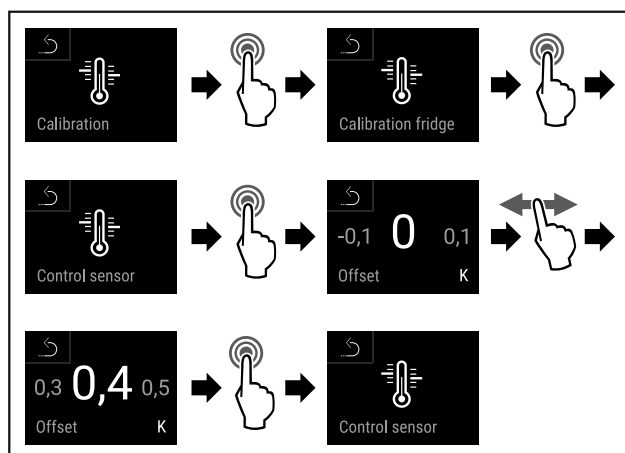

Fig. 137
- ▶ Suivre les étapes (voir Fig. 137).